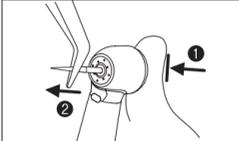

図 7
プッシュボタンを押してチャックを開き（**①**）、バーを取り外します（**②**）（図 7）。